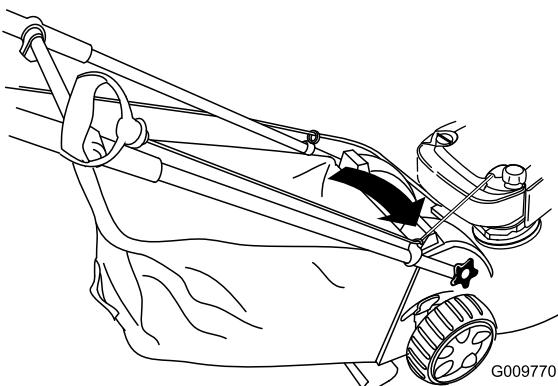

Figur 34
- Sätt i mullningspluggen (Figur 34).